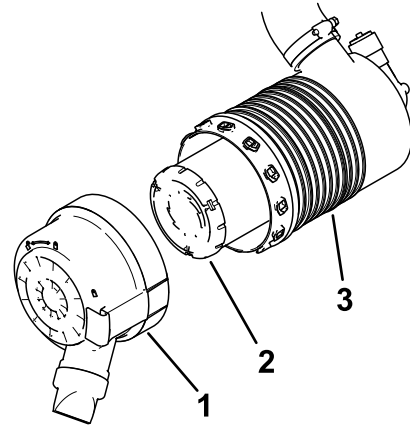

Bild 39
5. Setzen Sie die Luftfilterabdeckung auf (die Staubkappe sollte nach unten gerichtet sein, so wie in Bild 39 dargestellt) und befestigen Sie die Riegel.